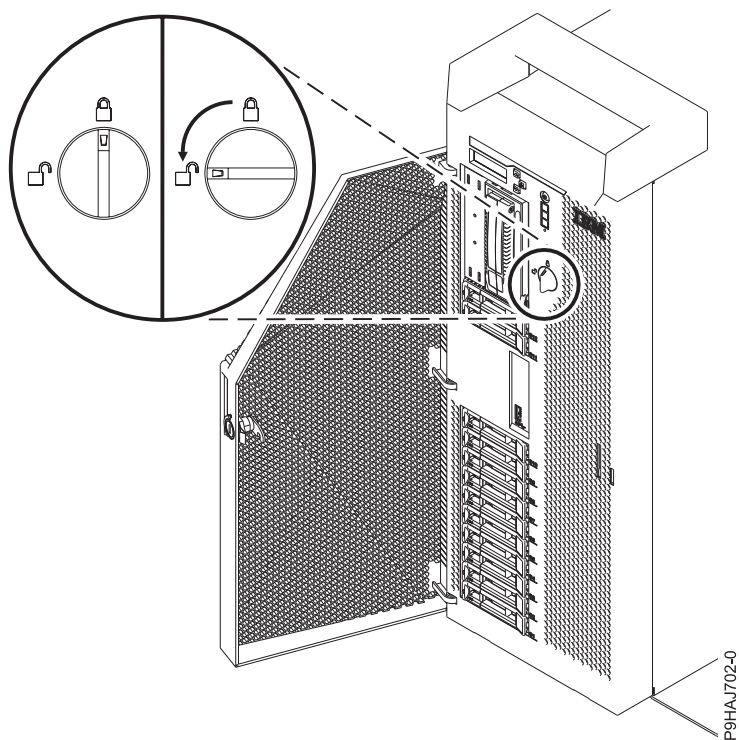

Figure 16. Ouverture du loquet de couvercle avant
3. Tournez le loquet du couvercle vers la gauche (dans le sens contraire des aiguilles d'une montre) afin de déverrouiller le loquet, comme illustré dans la figure 16, à la page 36. Vertical correspond à la position verrouillée ; horizontal correspond à la position déverrouillée.